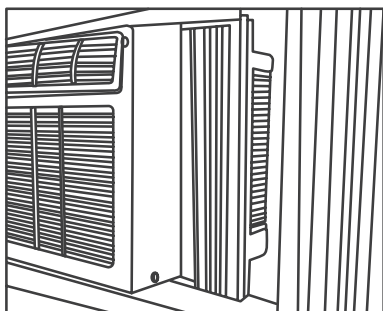

Fig.5
2. Maintenez fermement le climatiseur et placez soigneusement l'appareil dans l'ouverture de la fenêtre de sorte que le bas du cadre du climatiseur soit contre le rebord de la fenêtre (Fig.5). Fermez soigneusement la fenêtre derrière le rail supérieur de l'appareil. (Il est suggéré de maintenir un angle oblique vers le bas pour permettre à l'eau de pluie accumulée de s'écouler par l'arrière du bas de l'appareil.).